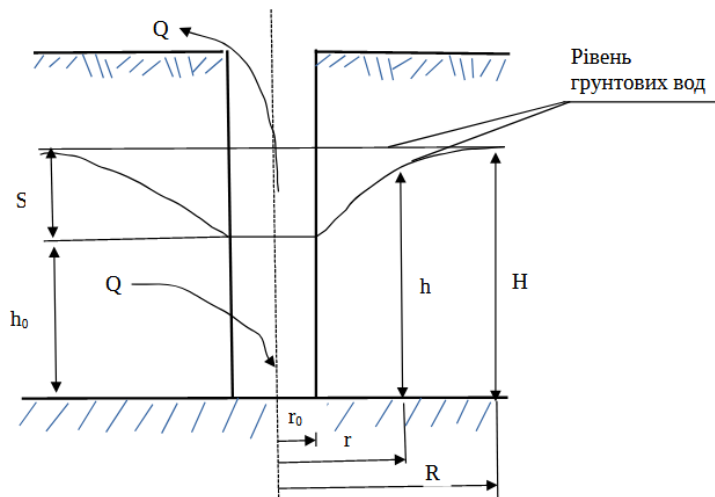

Рисунок 1.5 – Досконалий (розташований на водоупорі) колодязь
– намалювати розрахункову схему завдання, позначивши літерами та цифрами усі вихідні дані (рис. 1.5);